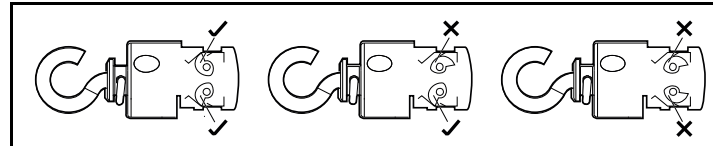

Abb. 4: Korrekte Ausrichtung der Klemmbacken
- Gelbe Kappe der Seilklemme entfernen und Ausrichtung der Klemmbacken prüfen. Ausrichtung ggf. mit Schraubendreher korrigieren (Abb. 4). Die korrekte Ausrichtung verhindert ein Durchrutschen des Seils.